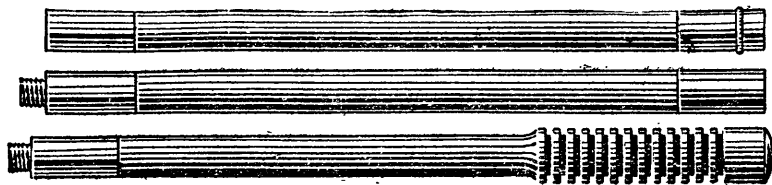

Рис. 1. Шомпол
22. Шомпол является основной частью принадлежности для чистки; его должен иметь каждый охотник. Шомполы изготавливаются или цельные, или составные из двух-трех колен. Составные несравненно удобнее цельных (рис. 1).